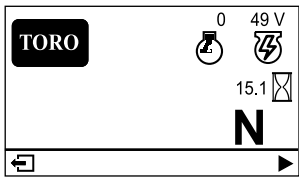

图 16
- 主信息屏幕 图 16 在钥匙处于开启位置时显示当前机器信息。